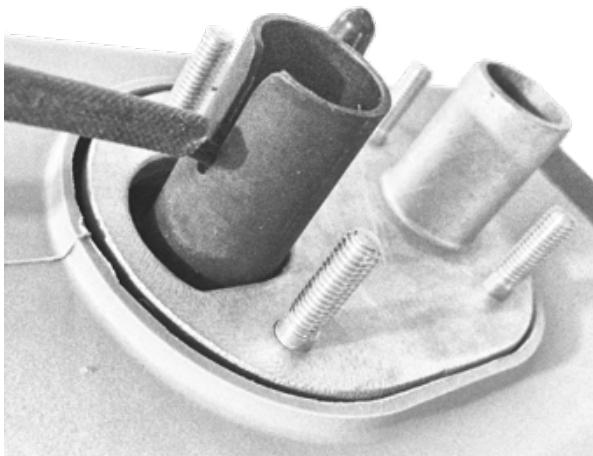

Fig. 40
- Begradijen Sie die Leitungen (zwei schwarze 0,6mm² Litzen mit Schutz-schlauch) und führen Sie sie durch den Längsschlitz des Brennlufteinlaß-stutzens (Fig. 40.)